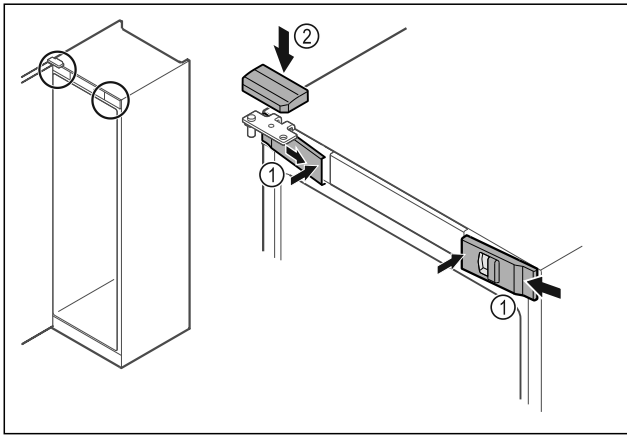

Fig. 44
- ▶ Vordere Abdeckungen Fig. 44 (1) seitlich einhaken und innen aufrasten.
- ▶ Obere Abdeckung Fig. 44 (2) von oben aufrasten.